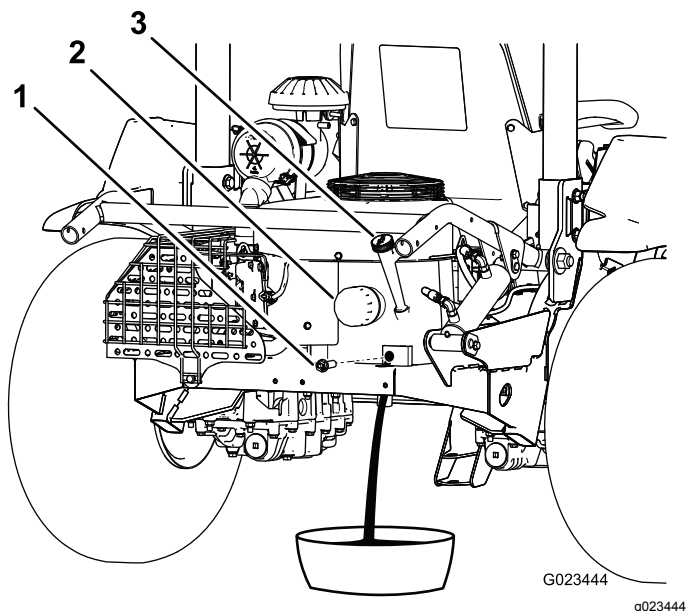

Bild 39
3. Entfernen Sie die Ablassschraube (Bild 39) und lassen Sie das Öl in einen geeigneten Behälter ab. Schrauben Sie die Ablassschraube wieder ein, nachdem das Öl abgelassen ist.